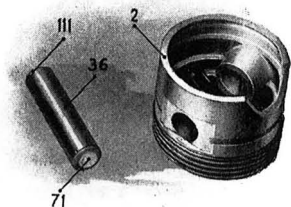

Fig. 6 - Pistone fuso.
I pistoni (2) (fig. 6) sono in lega speciale di alluminio, fusi in conchiglia, di forma completamente cilindrica con un piccolo smusso nella parte inferiore, ben nervati nella parte interna e leggerissimi. Sono muniti di 4 fascie elastiche in ghisa speciale; la inferiore obbliga l'eccesso d'olio ad affluire verso l'interno attraverso un gran numero di fori praticati nei pistoni.